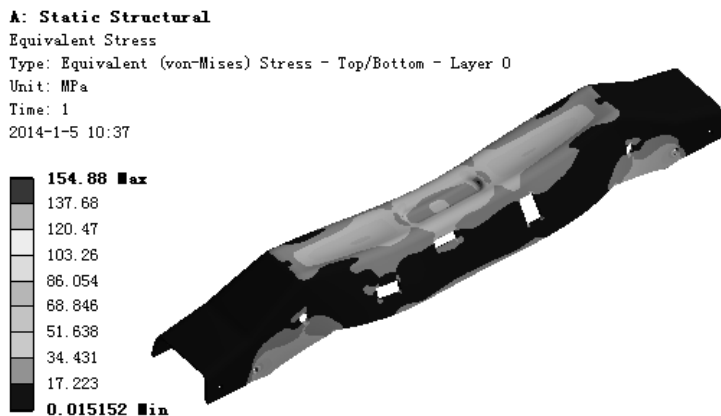

图 9.5.19 查看应力结果图解
(1) 求解分析。在顶部工具栏中单击  **Solve** 按钮求解分析。
(2) 查看应力结果图解。在“Outline”窗口中选  **Equivalent Stress**，查看图 9.5.19 所示的应力结果，其最小应力为 0.015152MPa，其最大应力为 154.88MPa。